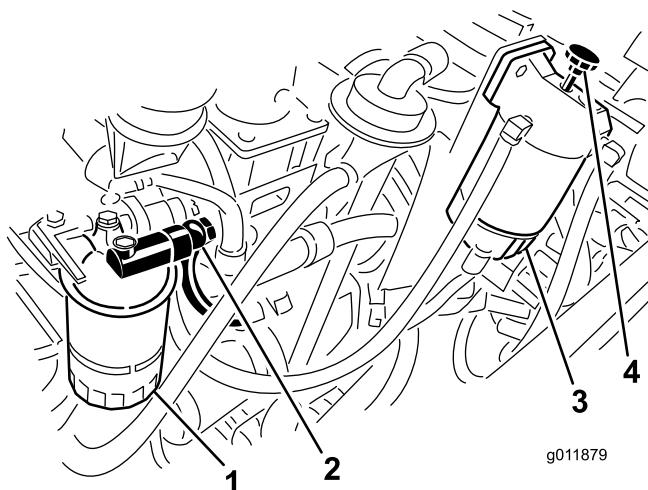

Figura 64
- Afloje el acoplamiento de la plataforma del filtro de combustible (Figura 64).
- Accione la bomba de cebado del separador de agua hasta que detecte un chorro continuo de combustible en el acoplamiento (Figura 64).